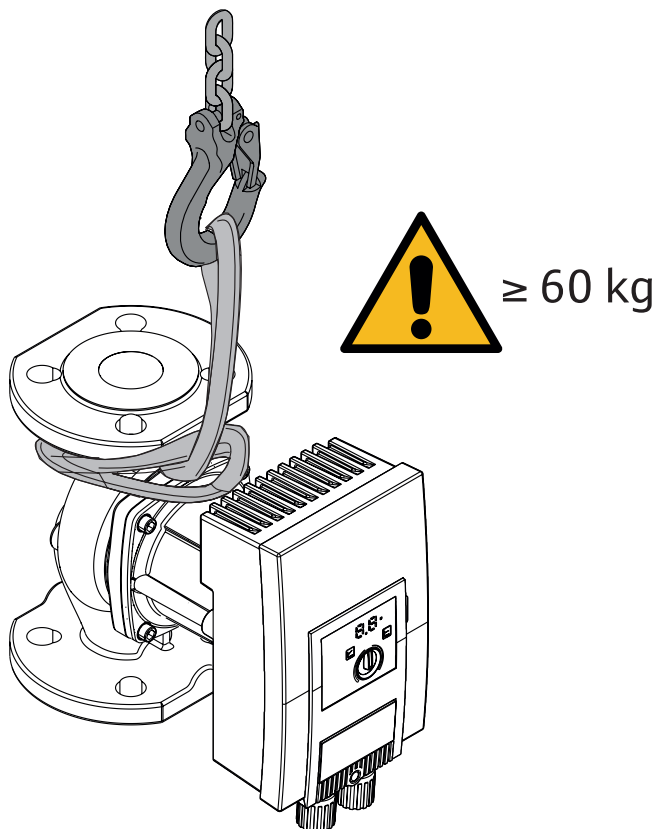

Fig. 3: Transportere
- Løft kun etter motor eller pumpehus → Fig. 3.